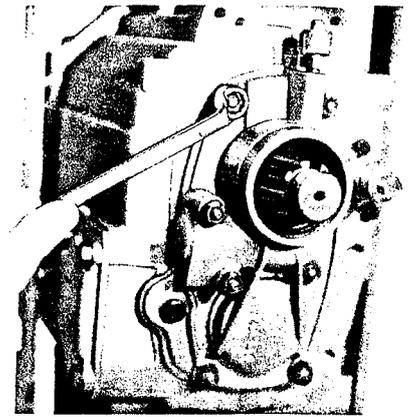

Fig. 3
- 4.2 Devisser les écrous (102) (fig. 3) et la vis (507). Enlever le couvercle du tachymètre: En pressant, faire sortir la bague d'étanchéité (804) du couvercle.